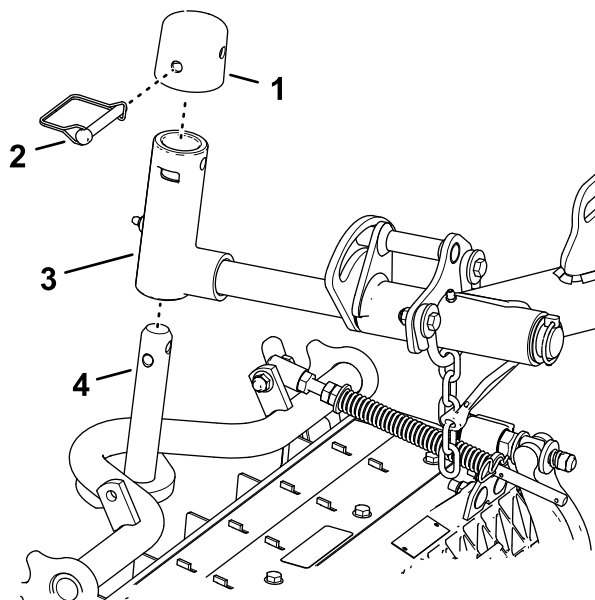

Figura 17
1. Deslice una unidad de corte debajo del brazo de elevación (Figura 17).
Bloqueo del pivote de la unidad de corte para segar en una pendiente – Bloquee los pivotes de las unidades de corte para evitar que las unidades de corte giren cuesta abajo al segar de través en una pendiente. Utilice el orificio del brazo giratorio (Figura 17) para bloquear la unidad de corte. Utilice la ranura si la unidad de corte es dirijible.